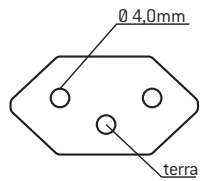

Figura 1
- Tomada de Uso Geral (ver figura 1):